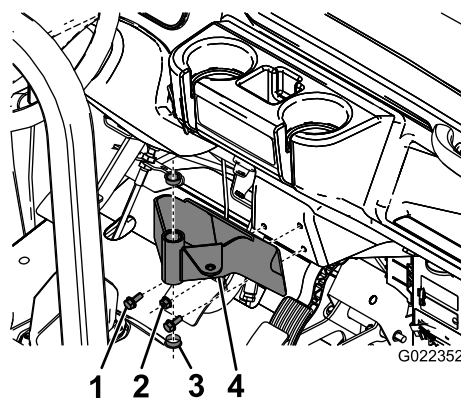

Рисунок 6
- 2. Вставьте две пластмассовые втулки в монтажный кронштейн (Рисунок 6).
- 1. Установите монтажный кронштейн консоли на приборную панель автомобиля Workman (или переходную пластину) с помощью 3 болтов и 3 фланцевых гаек, как показано на Рисунок 6.